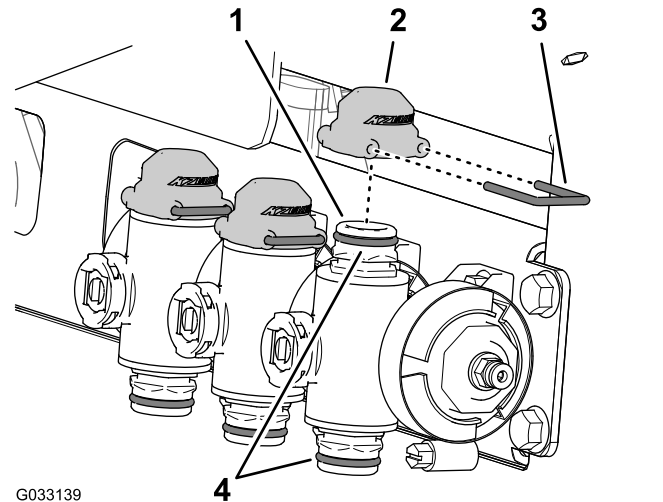

Bild 58
3. Fetten Sie die oberen und unteren O-Ringe an der Schnellkupplung des Verteilerventils mit dem Fett aus dem Schnellkupplungsdeckel ein (Bild 58).
4. Setzen Sie die drei Deckel für die Schnellkupplungen auf die drei Schnellkupplungen für die Verteilerventile (**Bild 58**).
5. Befestigen Sie die drei Deckel mit den drei Haltern an den drei Schnellkupplungen (**Bild 58**).